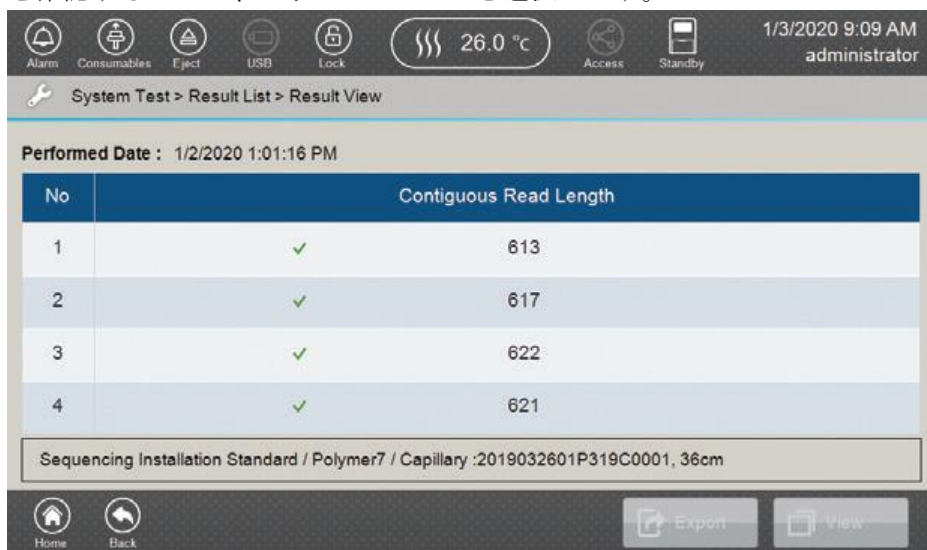

図 229 Result View 画面の Sequencing System Test 画面
3. 「Result View」画面（図 229）の Run したサンプルのリストを確認するには、フッターの View を選択します。 **View** ボタンと **Export** ボタンは、サンプルを選ぶまで、アクティブになりません。
4. 「Result View」画面（図 229）の system test にある 4 つのサンプルリストを確認するために、フッターの View を選択します。